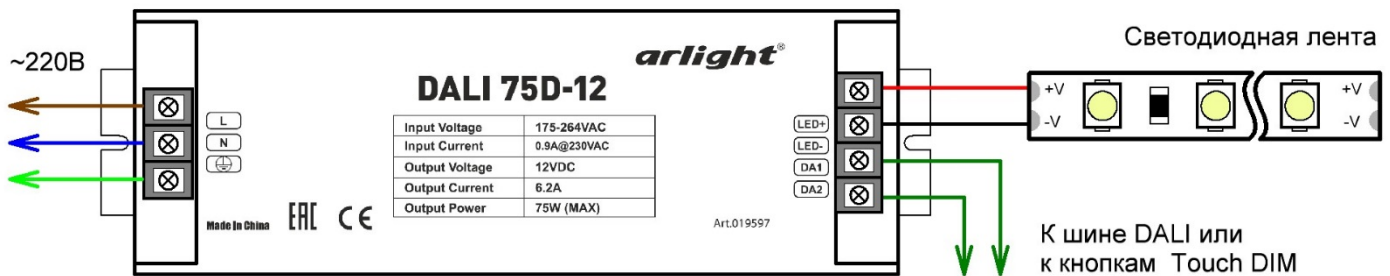

Рис.1. Подключение диммера
- 3.3. Подключите светодиодную ленту или другой совместимый светодиодный источник света к выходу диммера **LED+** и **LED-** (см. Рис.1.). Строго соблюдайте полярность подключения!